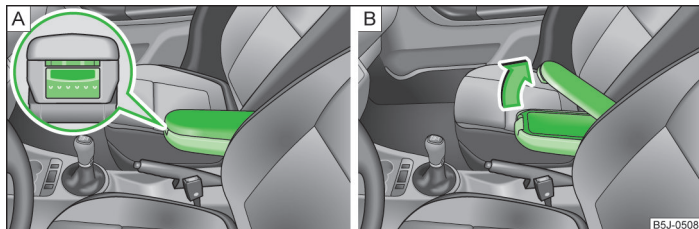

Fig. 73 Cotiera: Compartimentul de depozitare/Deschiderea compartimentului de depozitare
- Apăsați tasta inferioară de pe partea frontală a cotierei » fig. 73 - [A].
- Apăsați tasta superioară și rabatați în sus capacul compartimentului de depozitare » fig. 73 - [B].